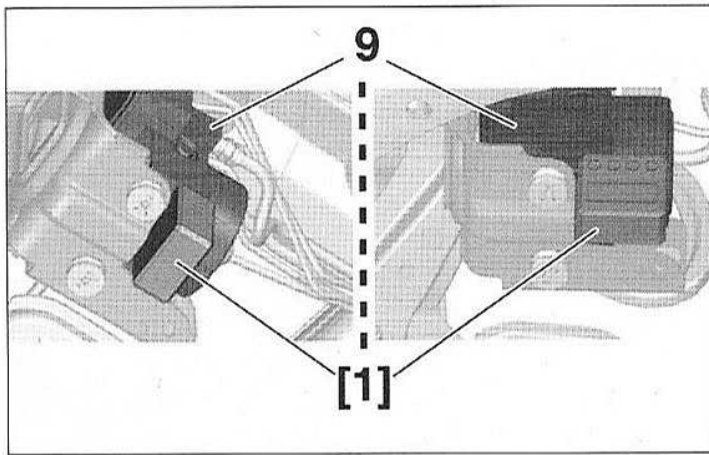

FIG.35
- Positionner l'outil [1] sur le groupe électrohydraulique (9) dans les deux positions indiquées (Fig.35).